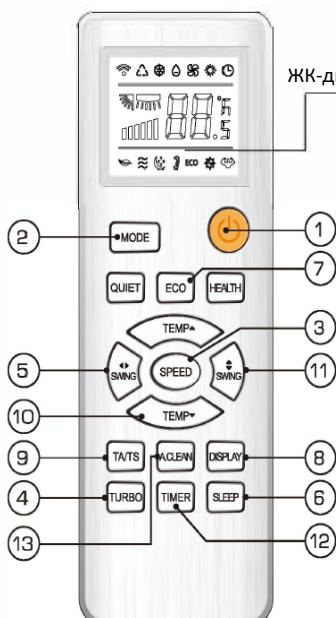

Рис.2
- Описание ИК-пульта и порядок управления (рис.2)**
- Описание кнопок ИК-пульта (см. поз. рис.2)